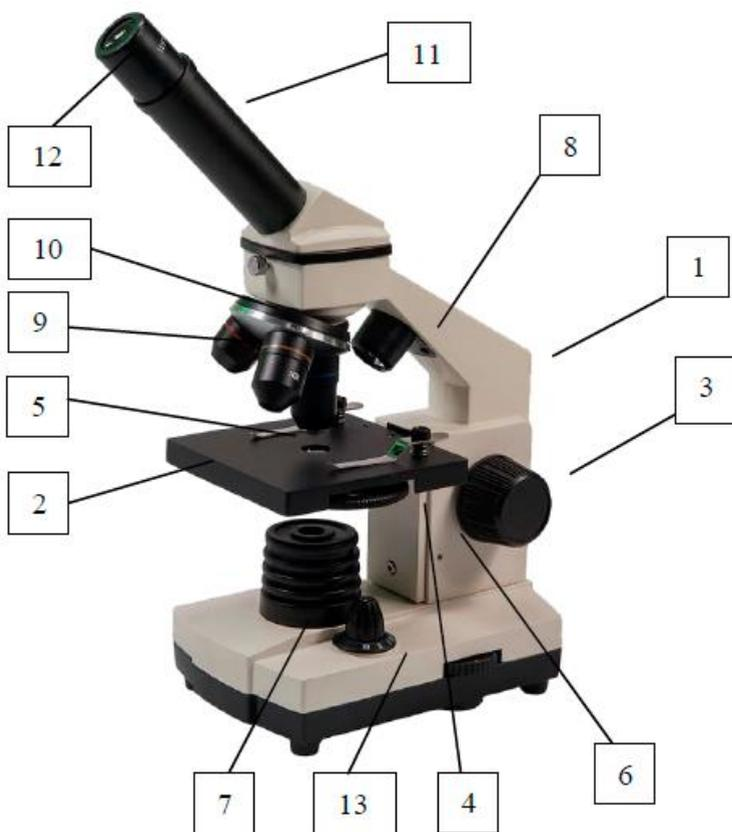

Рисунок 1. Микроскоп ученический «Эрудит»
Общий вид микроскопа учебного «Школьник» представлен на рис.1.
Фокусировочный механизм, расположенный на штативе 1 (рис.1), обеспечивает вертикальное перемещение предметного столика 2, который закреплен на кронштейне 4. Перемещение кронштейна с предметным столиком осуществляется рукоятками 3. Рукоятки расположены на одной оси и выведены с обеих сторон штатива.
- опустите вращением рукояток 3 (рис.1) фокусировки предметный столик 2 в нижнее положение;